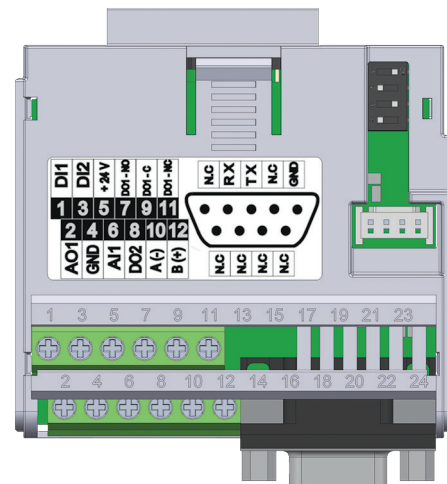

Figura 19.2: Módulo Plug-in CFW500-CRS232
El módulo plug-in CFW500-CRS232 tiene la interfaz Serial (1) a través de la puerta RS-485 en los bornes 10 (A-) y 12 (B+), así como la interfaz Serial (2) a través de la porta RS-232 en el conector estándar DB9, vea la Figura 19.2 en la página 19-1.